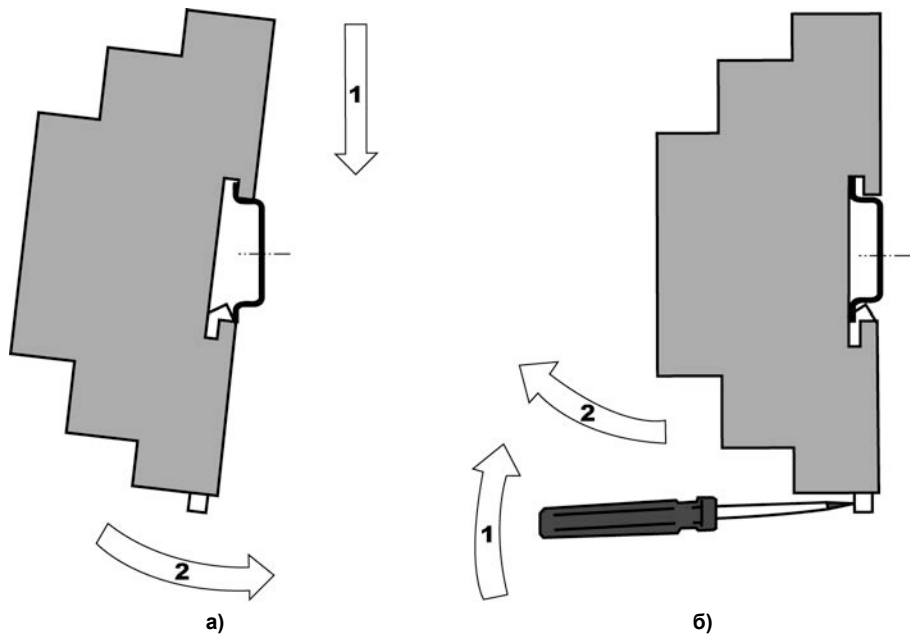

Рисунок 8.1 – Монтаж контроллера с креплением на DIN-рейку
2. Контроллер устанавливается на DIN-рейку в направлении стрелки 1 (см. рисунок 8.1, а);
2. В проушину защелки вставить острие отвертки (см. рисунок 8.1 б), и отжать защелку по стрелке 1, после чего контроллер отводится от DIN-рейки в направлении стрелки 2.